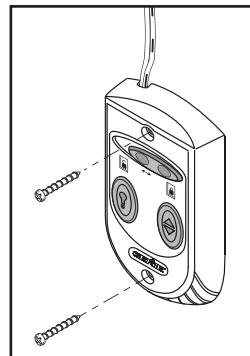

FIG. 3-4 Montaje del control de pared.
- Sujete el control de pared a la pared con 2 tornillos (provistos) (Fig. 3-4).
- Fixer la commande murale au mur avec 2 vis (fournies) (Fig. 3-4).